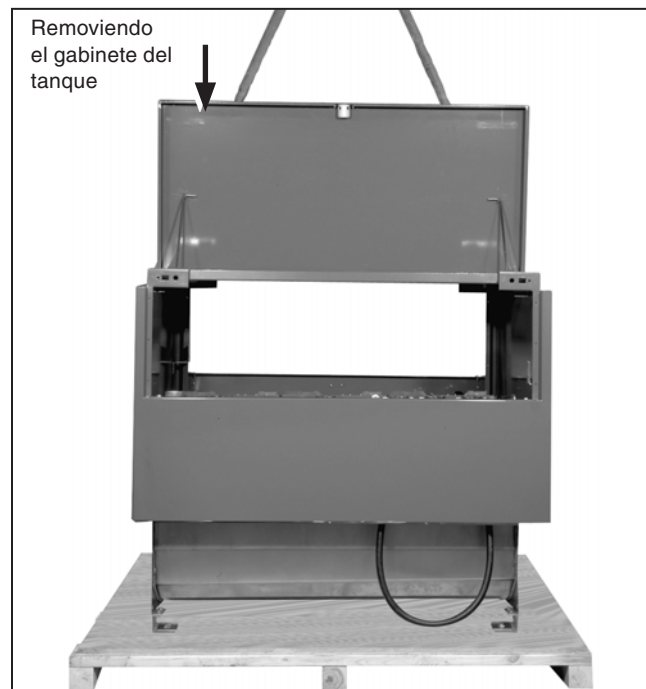

Figura 11. Desatornille y remueva el gabinete de la tarima.
PASO 4. Quite los pernos de fijación del gabinete a la tarima de carga y desmóntelo de la misma siguiendo las instrucciones y precauciones proporcionadas en “Manejo” en la página 8. Coloque el gabinete en una área protegida. Ver Figura 11 en la página 12.